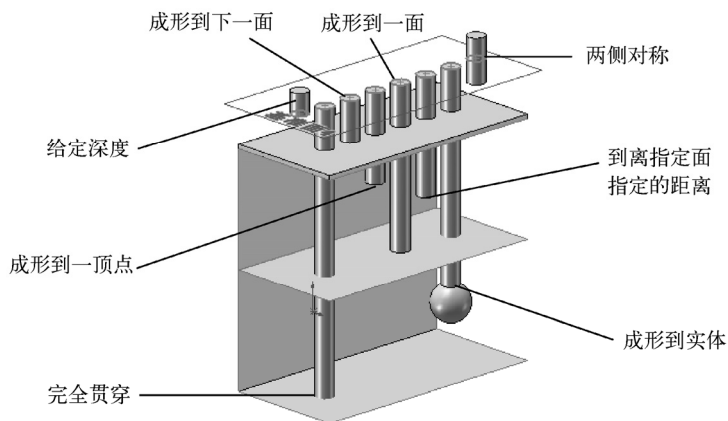

图 3-20 “拉伸终止条件”选项示意
- “方向 1” 卷展栏：如图 3-19 所示，用户可在此选项卡中设置凸台或基体在“方向 1”上的拉伸终止条件、拉伸方向以及拔模斜度等。各种终止条件的作用如图 3-20 所示，其意义见表 3-2。